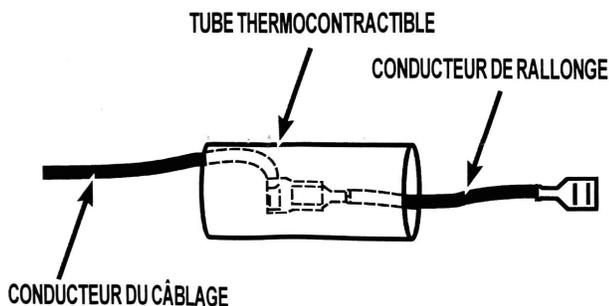

FIGURE 1
- Utiliser les conducteurs de rallonge fournis si les conducteurs du câblage de la cuisinière ne sont pas suffisamment longs pour atteindre le nouveau composant. Utiliser le tube thermocontractible fourni pour l'isolation de chaque connexion entre conducteur de câblage et conducteur de rallonge. Placer le tube thermocontractible de telle façon qu'il recouvre complètement la connexion; exécuter la contraction sur place par chauffage avec un pistolet à air chaud. Voir la figure 1.